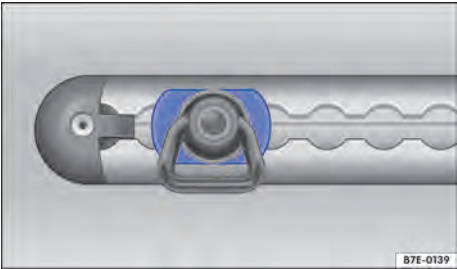

Fig. 138 No compartimento de carga: trilho de amarração com olhal de amarração (representação esquemática).
- 4. Atentar para que o olhal de amarração esteja travado com firmeza. As laterais do olhal de amarração devem estar numa posição horizontal → Fig. 138.